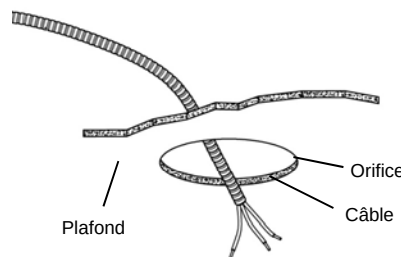

Fig. 3
3. Passez un câble armé (BX) ou un câble non métallique (NM) (également appelé câble Romex) du disjoncteur ou de la boîte de fusibles jusqu'à l'orifice de 14,0 cm (5 ½ in.), en laissant dépasser une longueur de 15,2 cm (6 in.) - 20,3 cm (8 in.) hors de l'orifice. Vous pouvez utiliser un câble de calibre 12 AWG ou moins. (Fig. 3) (**MISE EN GARDE : utilisez des fils d'alimentation conçus pour résister à une température de 90° et plus.**)